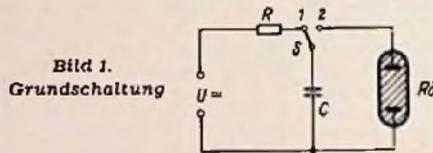
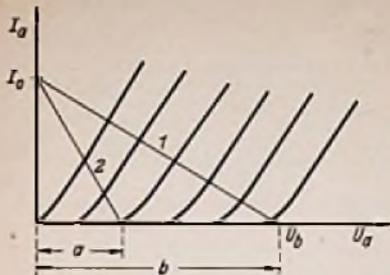
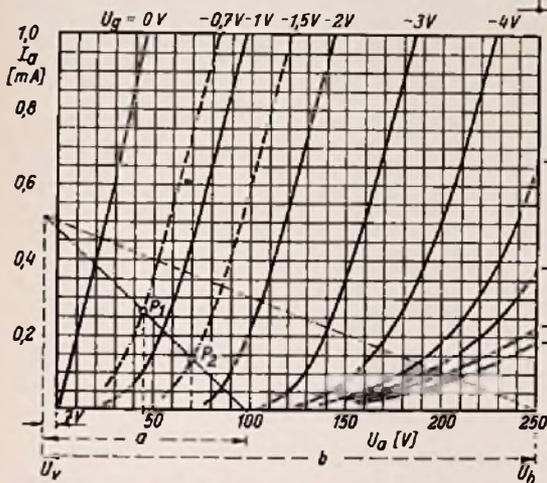

Bild 1. Grundschaltung
Bild 3.  $I_a-U_a$ -Kennlinienfeld mit Widerstandsgeraden. Wenn die Röhre nach Bild 2 geschaltet ist, liegt der Arbeitspunkt auf der Geraden 2.
Bild 4.  $I_a-U_a$ -Kennlinienfeld der steileren Triode der EM 4. Die Anode liegt an einem Spannungsteiler, der von  $U_b$  nach  $U_v$  geschaltet ist.
Bild 1 zeigt das Grundprinzip. Liegt der Schalter S auf dem Kontakt 1, so wird der Kondensator C über den Widerstand R aus der Gleichspannungsquelle U aufgeladen. Nach Ablauf einer der Zeitkonstanten
Der Widerstand  $R_1$  entspricht dem Widerstand  $R$  in Bild 1. Hinsichtlich der Bemessung seiner Größe sei auf die oben gemachten Angaben verwiesen. Da an diesem Widerstand bei Beginn der Aufladung von  $C_2$  die volle Hochspannung liegt, ist eine Reihenschaltung hinreichend vieler, entsprechend kleinerer Widerstände anzuwenden. Am einzelnen Widerstand soll möglichst keine größere Spannung als etwa 0,5 kV auftreten. Im allgemeinen genügen Widerstände mit einer Belastbarkeit von etwa 1...2 W.
Der Kondensator  $C_2$  ist der eigentliche Stoßkondensator, entspricht also dem Kondensator  $C$  in Bild 1. Seine Kapazität ist so zu wählen, daß die in ihm aufgespeicherte Arbeit den für die benutzte Entladungsröhre als zulässig angegebenen Grenzwert nicht überschreitet. Wird der Röhre eine größere Leistung zugeführt, so geht dies auf Kosten der Lebensdauer. Die in Betracht kommende Kapazität ergibt sich durch Umstellung der Gleichung (3) nach
Eine verhältnismäßig einfache Möglichkeit für diese Stillabstimmung, die man gleichzeitig mit einer Abstimmanzeige kombinieren kann, besteht bei Verwendung der Röhre EQ 80 als Demodulator. Die Grundschaltung und ihre Dimensionierung wurden bereits besprochen1). Zum Zweck der Stillabstimmung wird die Schaltung durch eine Röhre EM 4 und einen Abstimmkreis erweitert, so daß sich nun die in Bild 1 dargestellte Schaltung ergibt. Zunächst soll ihre grundsätzliche Wirkungsweise erläutert werden.
Bild 1. Schaltung einer FM-Demodulatorstufe mit der EQ 80, bei der mit Hilfe des Kreises  $L_3, C_3$  einer Diode der EBF 80 und der EM 4 Abstimmanzeige und Stillabstimmung vorgenommen werden. Wenn das gestrichelt gezeichnete Potentiometer 1000  $\Omega$  eingebaut wird, entfällt die Verbindung xy
Der Widerstand zwischen erstem Gitter und Katode der EQ 80 soll kleiner als 100 k $\Omega$  sein. Außerdem ist das Gitter hoch- und niederfrequenzmäßig zu erden. Werden diese beiden Regeln nicht beachtet, so sinkt die abgegebene Nf-Spannung, und die Begrenzerwirkung wird schlechter. In der Schaltung (Bild 1) wurden deshalb der Gitterwiderstand zu 50 k $\Omega$  und der Entkopplungskondensator zu 0,5  $\mu F$  gewählt. Für die Umladung des Kondensators von der Anode der EM 4 her ist die Zeitkonstante  $T = 300 \text{ k}\Omega \cdot 0,5 \mu F = 0,15 \text{ sec}$ . Sie ist noch klein genug, um ein „Verschlucken“ beim Abstimmvorgang zu vermeiden.
In Bild 3 ist zunächst die normale Widerstandsline 1 eingetragen, die man ohne  $R_p$  erhalten würde. Gemäß der oben abgeleiteten Beziehung müssen nun noch alle Werte für  $U_a$  mit  $\frac{R_a + R_p}{R_p}$  dividiert werden. Man zieht also die zweite Widerstandsline so, daß  $a : b = R_p : (R_a + R_p)$  wird. Längs dieser Linie 2 wird die Röhre angesteuert. In unserem Fall tritt noch eine weitere Komplikation dadurch ein, daß  $R_p$  nicht zum Minuspol, sondern zu einer negativen Vorspannung  $U_v$  führt, wie Bild 1 zeigt. Nun ist
Wir sehen, daß die Widerstandslinien genau so konstruiert werden wie in Bild 3, wenn man von einer senkrechten Bezugslinie ausgeht, die um die Spannung  $U_v$  links vom Nullpunkt liegt. In Bild 4 ist dies für das Kennlinienfeld des steileren der beiden Triodensysteme der EM 4 durchgeführt (die EM 34 und EM 4 haben dasselbe Kennlinienfeld wie die EM 4). Die beiden Endpunkte der Widerstandsline (entsprechend Linie 2 in Bild 3) erhalten wir, indem wir zunächst  $U_a = U_v$  setzen. Dann ist